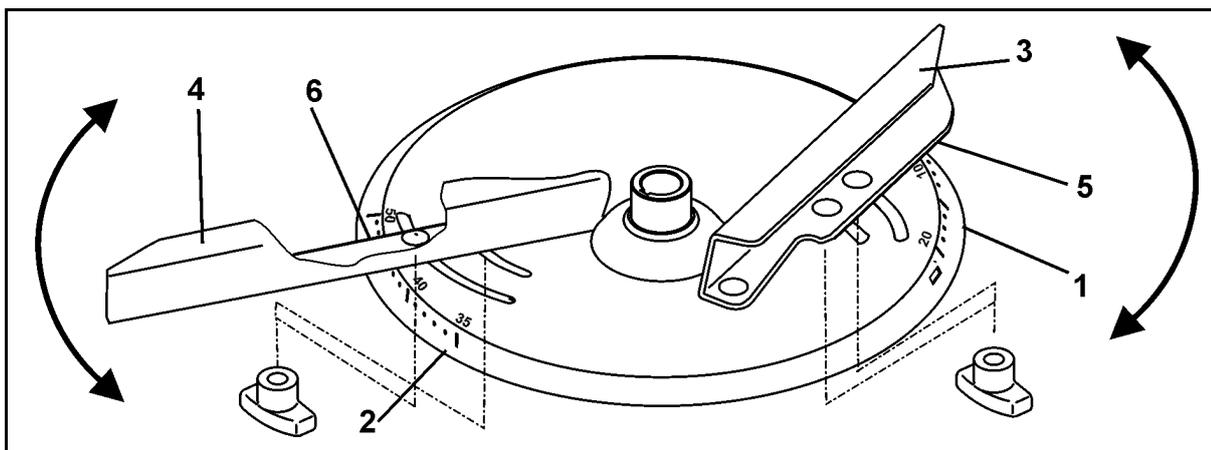

Fig. 61
Para o ajuste exacto e sem ferramentas de cada uma das posições da palheta dispersadora, em cada discos de dispersão estão localizadas duas escalas distintas inconfundíveis (Fig. 61/1 e Fig. 61/2).
- À palheta dispersadora mais curta (Fig. 61/3) está atribuída a escala (Fig. 61/1) com os valores de 5 a 28 e à palheta dispersadora (Fig. 61/4) a escala (Fig. 61/2) com os valores de 35 a 55.
- o Para a palheta dispersadora curta (Fig. 61/3), ler o valor de ajuste no bordo de leitura (Fig. 61/5).
- o Para a palheta dispersadora comprida (Fig. 61/4), ler o valor de ajuste no bordo de leitura (Fig. 61/6).
- O virar das palhetas dispersadoras para um valor numérico maior da escala (Fig. 61/1 ou Fig. 61/2) dá origem a um aumento da largura de trabalho.